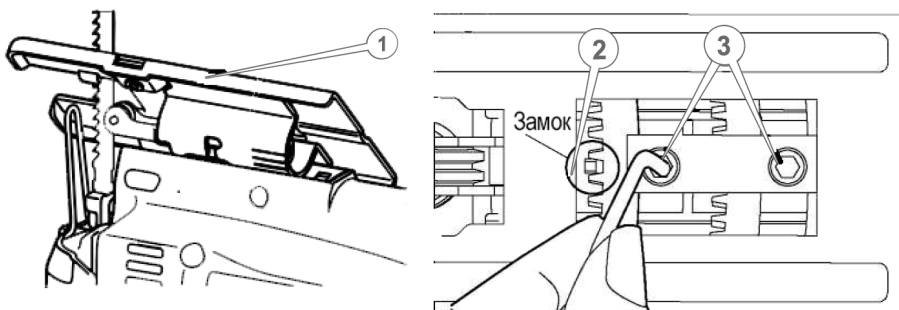

Рисунок 3. Схема налаштування кута різання до вертикалі.
5.1.4 Встановлення кута різання до вертикалі (рис. 3).